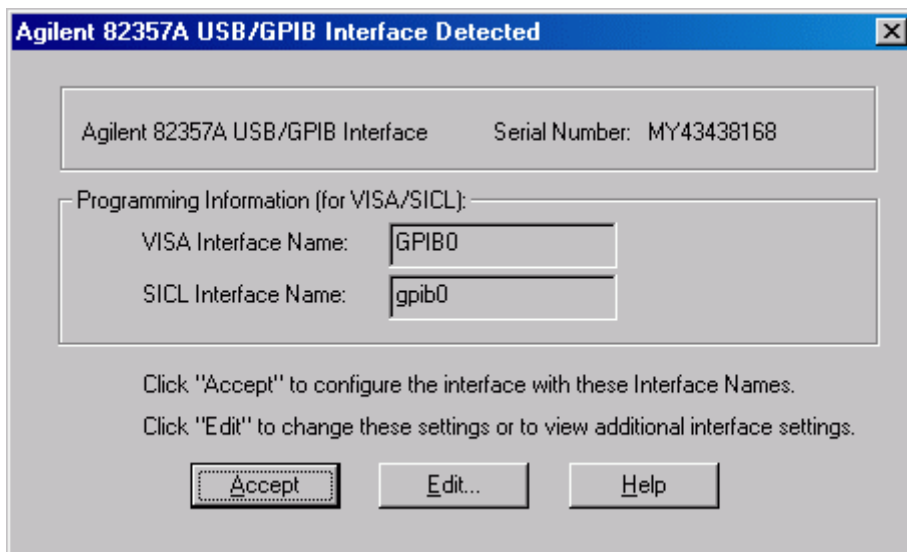

Figura 25 Interfaccia USB- GPIB rilevata
- 10 Il sistema rileva automaticamente l'interfaccia USB-GPIB installata. Selezionare **Accept (Accetta)** per avviare l'utilità di configurazione IO (vedere la Figura 25).